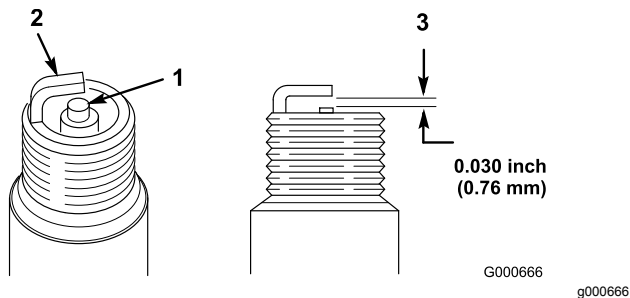

Figura 28
1. Mire la parte central de la bujía (Figura 28). Si se observa un color gris o marrón claro
2. Compruebe la separación entre los electrodos central y lateral (Figura 28) y doble el electrodo lateral si la separación no es correcta.